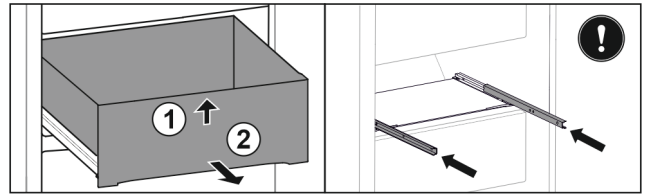

Fig. 113
- ▶ Emelje meg a fiók elejét. Fig. 113 (1)
- ▶ Vegye ki a fiókot előre felé. Fig. 113 (2)